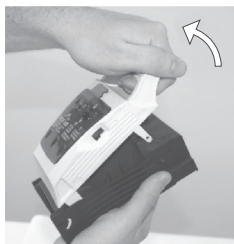

Figura 1
- Segure a alça e abra a tampa com firmeza (Figura 1).